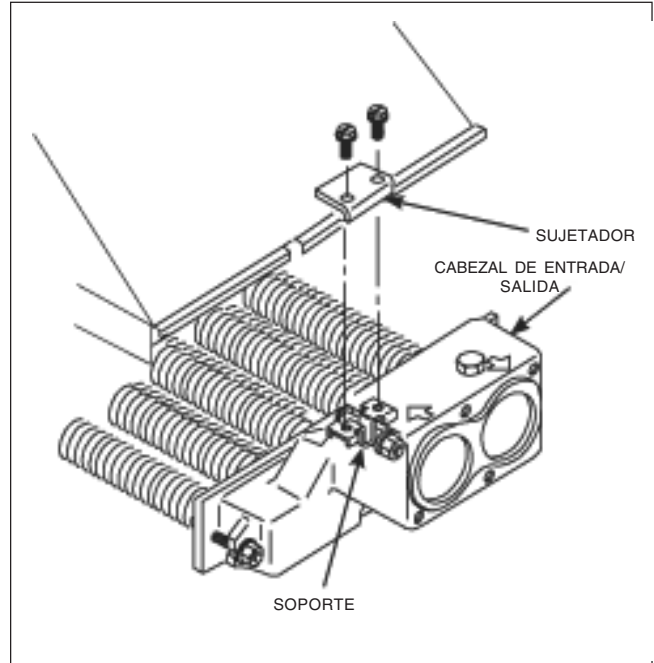

Figura 3. Abrazaderas de sujeción del recolector del tubo de chimenea.
8. Remueva los tornillos que aseguran las dos abrazaderas de sujeción del recolector del tubo de chimenea y remueva los sujetadores (ver Figura 3). Remueva el recolector del tubo de chimenea.